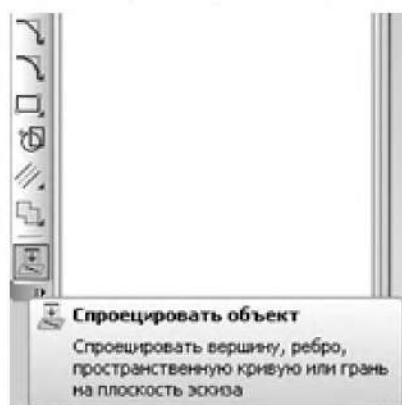

Рисунок 4.6. Команда **Спроецировать объект** на инструментальной панели Геометрия
7. Для того чтобы вершина прямоугольника «привязалась» к началу спирали, целесообразно воспользоваться командой **Спроецировать объект** на инструментальной панели **Геометрия** (рисунок 4.6), которая позволяет создать в текущем эскизе проекцию указанной вершины, грани или ребра детали. Щелкните на кнопке **Спроецировать объект** и поймите курсором конец спирали. Когда он будет подсвечен «крестиком со звездочкой» – условным изображением вершины, щелкните левой кнопкой мыши. Указанная вершина спроецируется в плоскость ZX в виде вспомогательной точки.